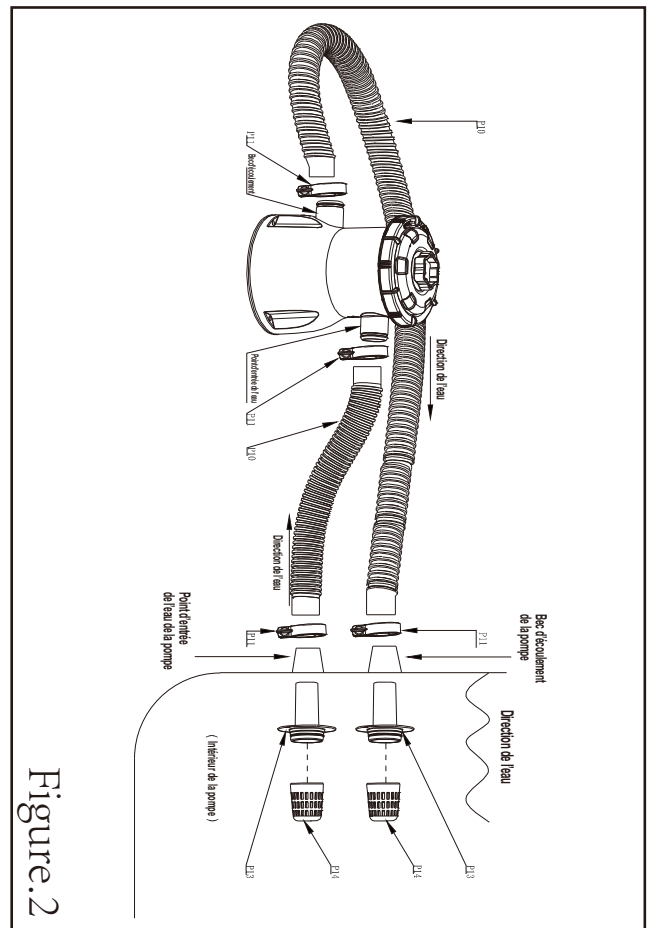

Figure.2
6. Raccordez les tuyaux flexibles comme indiqué à la Fig 2. Insérez les tuyaux flexibles dans les ouvertures latérales de la piscine et fixez les tuyaux à l'aide des étriers prévus à cet effet.
7. Raccordez les accessoires (P13) aux accessoires (P14) conformément à la Fig. 2.